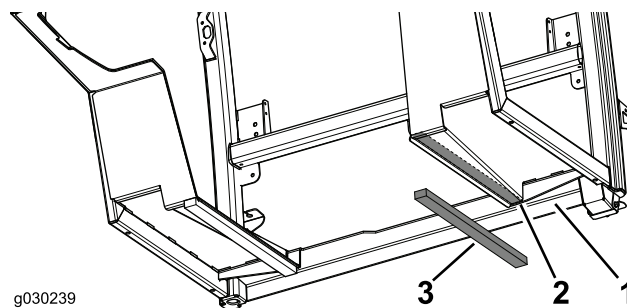

Figura 11
2. Aplique os outros vedantes do piso no lado direito da cabina (Figura 11).